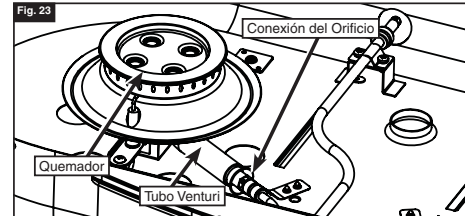

Fig. 23
- Proper location of the burner with respect to the orifice is important. To verify the proper installation of the venturi tube, use a screwdriver to remove the grill top. The venturi tube must be located over the orifice fitting. See Fig. 23 (grill top not shown).
- La ubicación apropiada del quemador con respecto al orificio es importante. Para verificar la instalación apropiada del tubo venturi, use un destornillador para quitar la tapa de la parrilla. El tubo venturi debe ser colocado por encima del orificio. Vea la Fig. 23 (no se muestra la tapa de la parrilla).